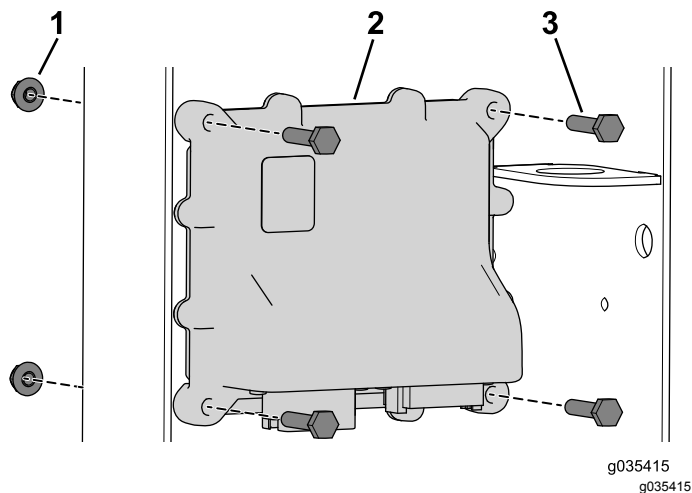

**Figura 11**
1. Utilize os quatro parafusos (1/4 x 3/4 pol.) e porcas flangeadas para prender o transceptor (Figura 11).